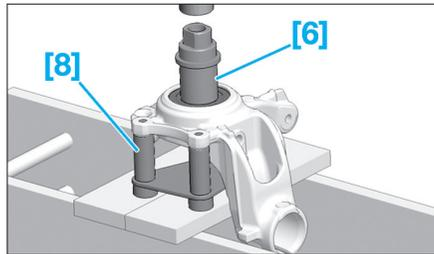

Fig. 37
- Re-positionner la cage intérieure (2).
- Positionner le pivot sur l'outil [8] (Fig.37).